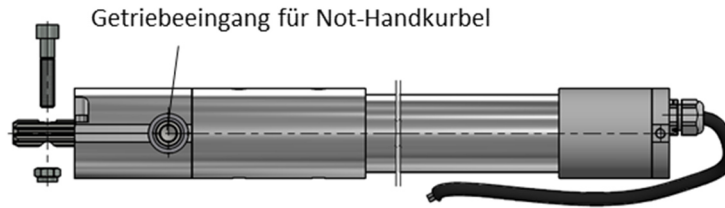

Abbildung 7-1: Getriebeeingang für Not-Handkurbel
- Stecken Sie die Not-Handkurbel in den dafür vorgesehenen Eingang im Getriebe ein und Kurbeln Sie so lange bis Ihre Anwendung gesichert ist, siehe Abbildung 7-1.